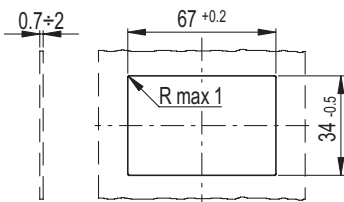

Рис.1
- Установите нижнюю часть корпуса в кожух и придавите до щелчка (рис. 1).